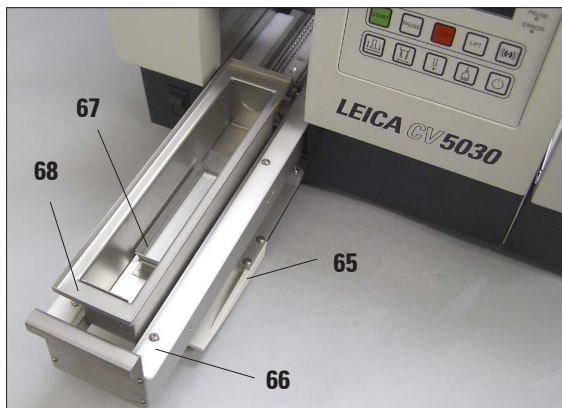

Fig. 27
- Aprire lo sportello di caricamento (65) ed estrarre l'estensione (66).
- Inserire la vaschetta (68) nell'estensione ed introdurre l'inserto rimovibile del portavetrini "Leica" (67, Fig. 27).
- Riempire la vaschetta (68 in Fig. 27) di xilene\* fino al bordo superiore, in modo tale da coprire bene il vetrino portaoggetto.
- Riempire la fiala (69) per la posizione di pausa della valvola di erogazione con xilene\*.
- Riempire il caricatore (62) con i vetrini coprioggetto adatti (lunghezza 40-60 mm).
- Per evitare bolle d'aria, introdurre lentamente il montante nell'apposito flacone (44). Non introdurre una quantità superiore a 200 ml.
- Avvitare saldamente il coperchio (40) sul flacone del montante, prestando attenzione all'anello di tenuta inserito (vedere a pag. 17)!